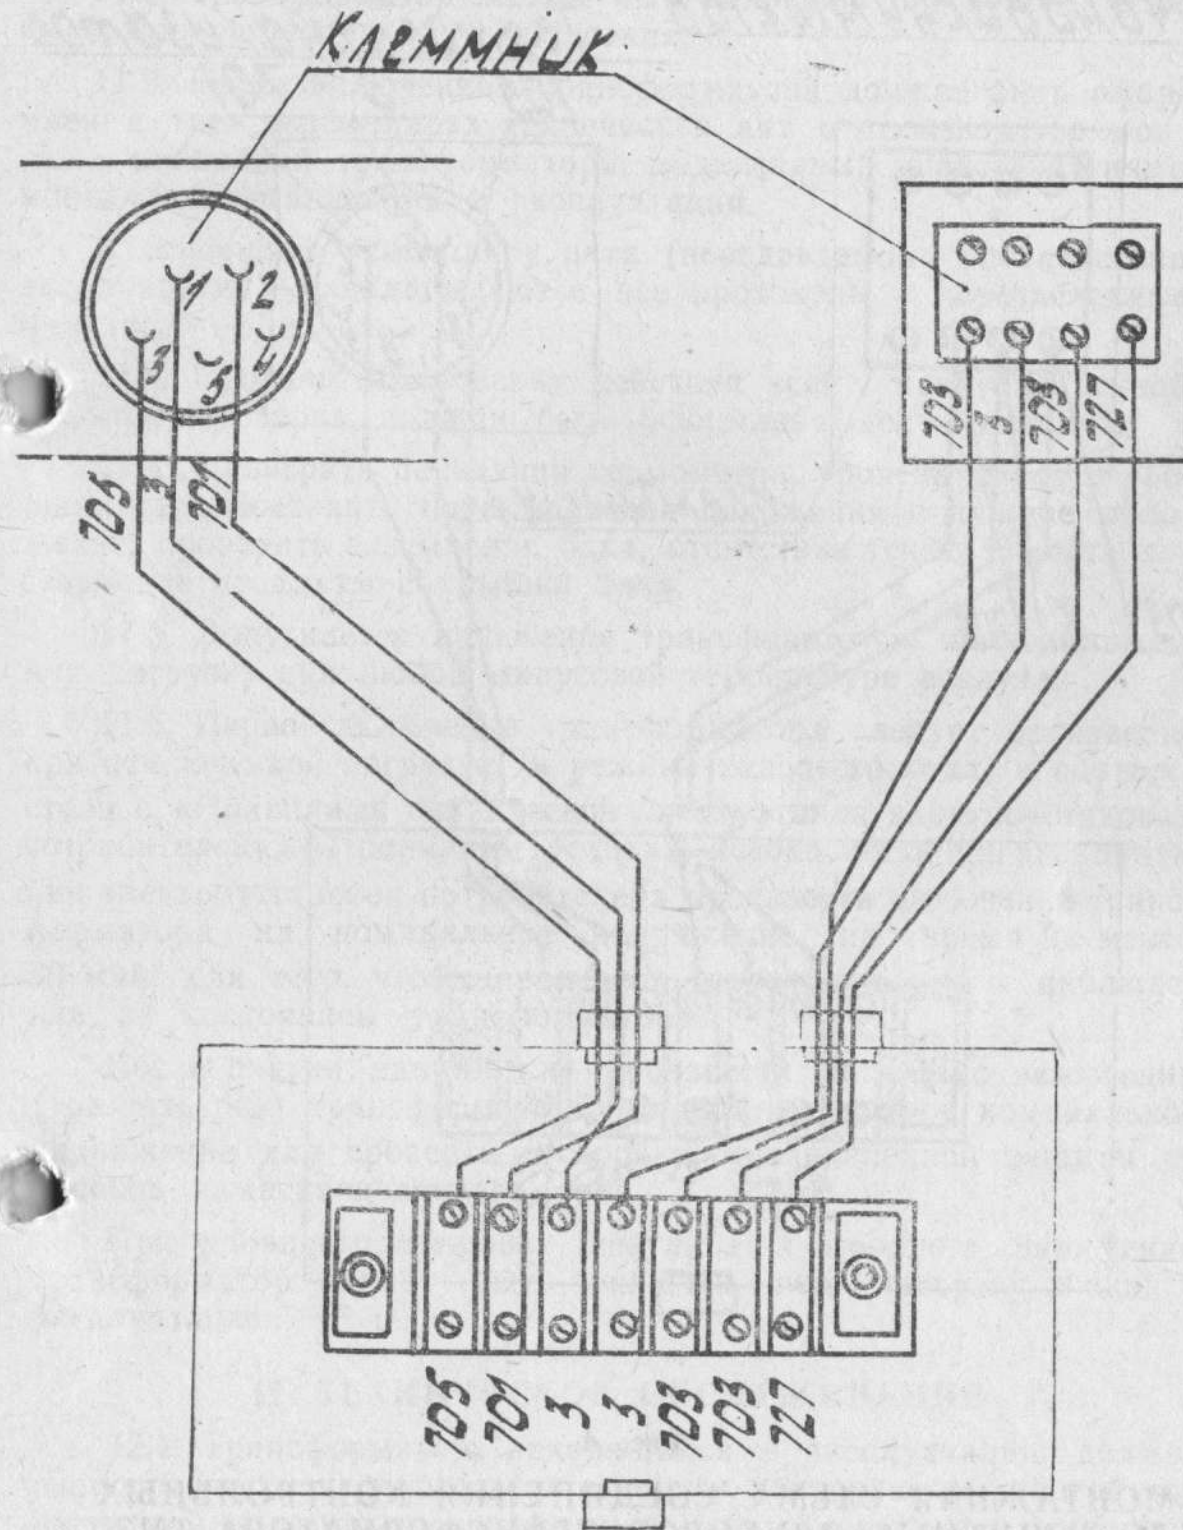

Рис. 3.
10.8. Соединить клеммную коробку трансформатора с соответствующей системой защиты распределительного низкого напряжения (см. рис. 3, 4).